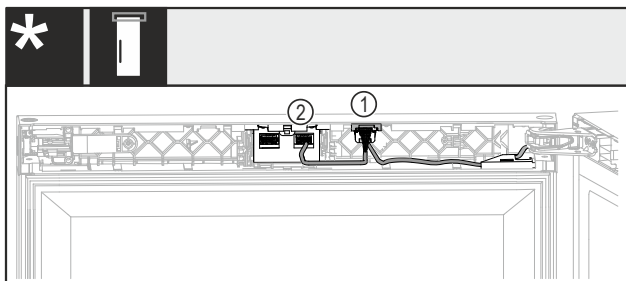

Fig. 44 Senza serratura o con serratura meccanica*
- ▶ Inserire la spina con entrambi i cavi Fig. 44 (1) nella guida.*
- ▶ Innestare la spina con un cavo Fig. 44 (2) nel nido destro.*